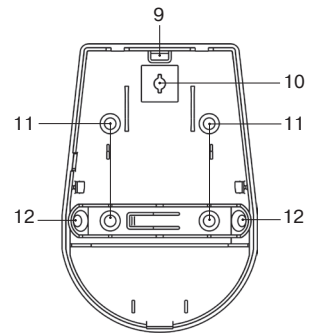

Рисунок 2 – Конструкция «Пирон-4 RED»
Основание корпуса с печатной платой представлены на рис. 2 б).
В основании корпуса имеются выламываемое отверстие (9) для ввода проводов, а также крепежные отверстия (рис. 2 в):
- (10) для крепления основания к кронштейну;
- (11) для монтажа на стене;
- (12) для монтажа в углу.
- Снимите крышку извещателя, отжав отверткой фиксатор крышки через отверстие, расположенное в нижней части основания извещателя (рис. 2а).
- Просверлите в основании извещателя отверстия, которые будут использоваться для прокладки проводов и крепления извещателя (рис. 2в).
В извещателе предусмотрена переключатель SENS HIGH (4) (рис. 2б). При снятой переключателе извещатель работает в режиме нормальной чувствительности (устойчив к перемещению домашних животных массой до 20 кг). При установленной переключателе извещатель работает в режиме высокой чувствительности (устойчив к перемещению домашних животных массой до 10 кг).